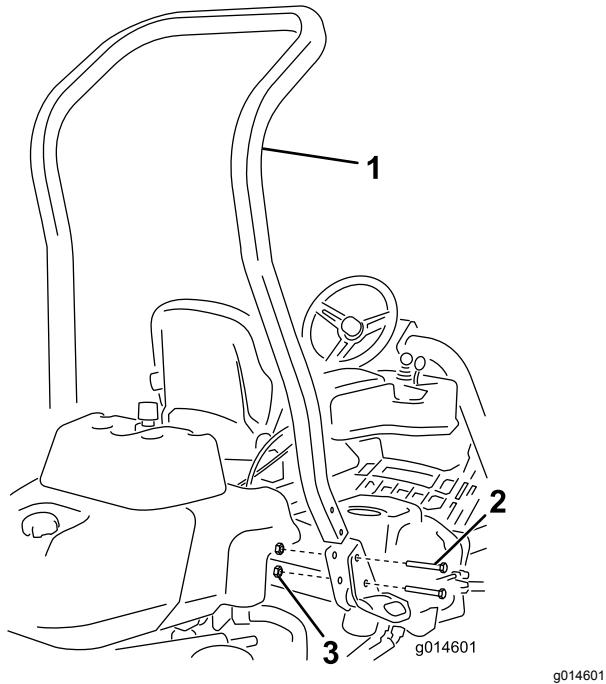

Figure 3
3. Montez l'arceau de sécurité dans les logements prévus de chaque côté de la machine au moyen de 4 boulons ($\frac{1}{2}$ " x $3\frac{3}{4}$ ") et 4 écrous à embase ($\frac{1}{2}$ "), comme montré à la Figure 3.